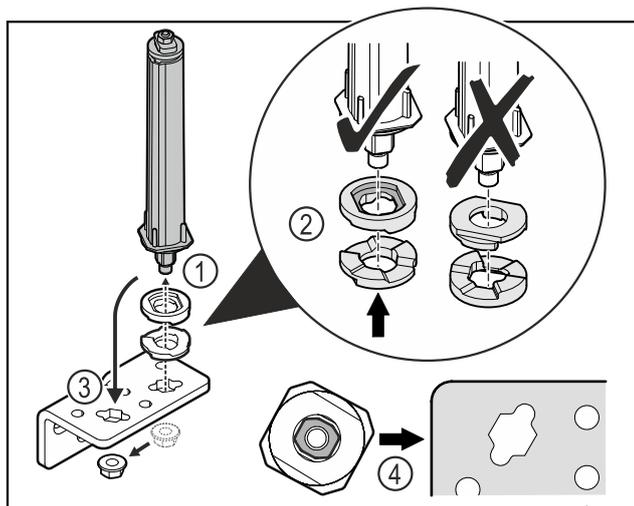

Fig. 34
- ▶ Desfaceți piulița și îndepărtați sistemul de închidere a ușii Fig. 34 (1).
- ▶ Aveți în vedere alinierea corectă a șaibelor de reglaj pe înălțime Fig. 34 (2).
- ▶ Mutați sistemul de închidere a ușii în colțarul balamalei și fixați cu piulița Fig. 34 (3).
- ▶ La utilizare aveți în vedere alinierea corectă a sistemului de închidere a ușii Fig. 34 (4).